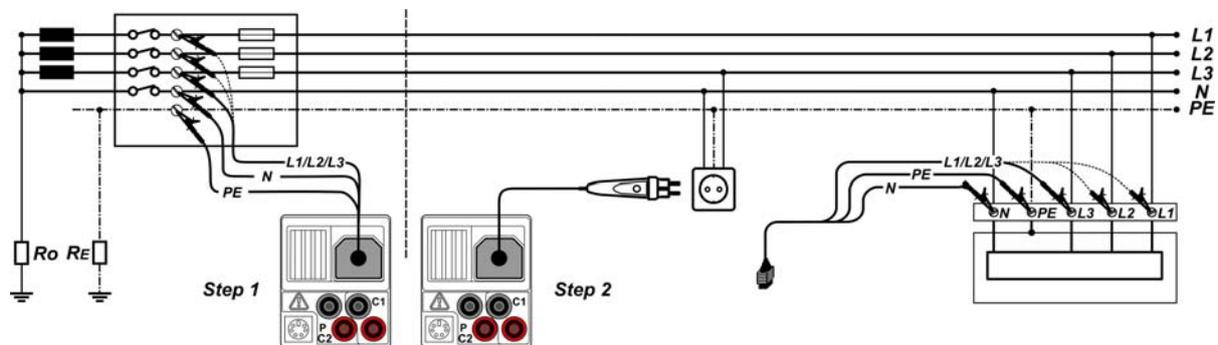

Bild 5.30: Spannungsfallmessung Phase-Nullleiter oder Phase-Phase – Anschluss des Plug Commanders und des Universalprüfkabels
- **Schließen** Sie die Prüfleitungen an der Referenzstelle **an** (siehe Bild 5.30).
- **Schließen** Sie die Prüflleitungen am Prüfling **an** (siehe Bild 5.30).